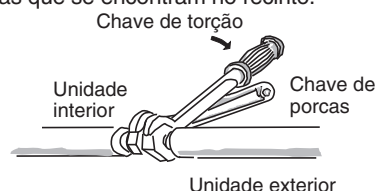

Fig. 5-6
- (2) Para apertar as porcas afuniladas, aplique o binário como indicado.
- Quando retirar as porcas afuniladas das ligações da tubagem, ou quando as apertar depois de ligar a tubagem, certifique-se de que utiliza 2 chaves ajustáveis ou chaves de porcas. (Fig. 5-6)